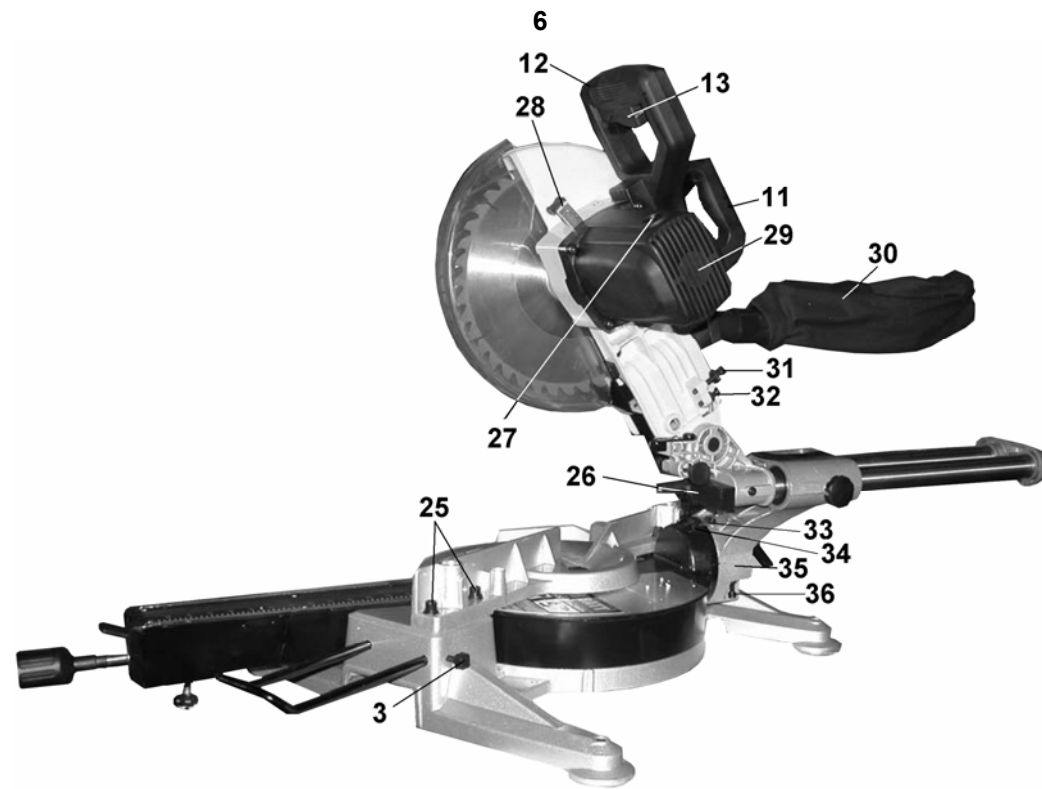
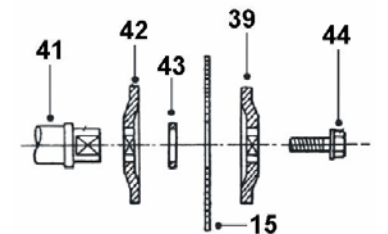

Рис. 2
Рис. 4
### 8.1. Сборка (Рис.2)
### 8.2. Приведение пилы в верхнее положение (Рис.2)
8.2.2. Удерживая пилу за рукоятку (12), переместите её в верхнее положение, как показано на Рис.2.
### 8.3. Транспортировка (Рис. 2)
**Стопор (16) служит для фиксации пилы в нижнем положении только для транспортировки, а не для пиления.**
**8.4. Монтаж (Рис.2).** Перед использованием пилу необходимо установить на ровной устойчивой поверхности верстака или рабочего стола. Устойчивость пилы обеспечьте регулировочными винтами (24). Для большей устойчивости выкрутите четыре регулировочных винта (24) и через резьбовые отверстия закрепите основание (1) к поверхности рабочего стола или верстака. Обязательно используйте при креплении плоскую и пружинную шайбы на каждый болт (не комплектуется).
### 8.5. Установка поворотного стола в положение 0° (Рис.2)
**8.6. Замена пильного диска.** Пила КОРВЕТ 4–430 оснащена пильным диском (15) (Ø255мм x 30мм), Рис.2. В комплект поставки входят переходные кольца Ø16-32мм и Ø16-25,4мм (Ж), Рис.1, предназначенные для установки пильного диска (15) с соответственным посадочным диаметром.
|  | 3. Пильный диск плохо закреплён                                  | 3. Затянуть болт (44), Рис.4, после установки пильного диска  |
Нажмите и удерживайте кнопку (28), Рис.2, проворачивая пильный диск (15) и зафиксируйте его.
Выкрутите болт (44), Рис.4, по часовой стрелке. Снимите наружный фланец (39) и пильный диск (15), Рис.4.
Перед установкой пильного диска (15) внимательно осмотрите каждую напайку. На них не должно быть трещин и сколов. После установки пильного диска (15) при первом включении и при последующей работе не находитесь в плоскости вращения пильного диска (15), Рис. 2.
Установите пильный диск (15) в соответствии с последовательностью, указанной на Рис.4 так, чтобы зубья пильного диска (15) были направлены вниз в передней части пилы, Рис.2. На шпindel (41) установите внутренний фланец (42), переходное кольцо (43) и пильный диск (15) с соответствующим посадочным диаметром. Установите наружный фланец (39).
Закрутите болт (44), Рис.4, вращением против часовой стрелки, удерживая кнопку (28) фиксации пильного диска (15) в нажатом положении, Рис.2. Установите и закрепите защитный кожух (14).
9.1. Действие выключателя (Рис. 2). Перед включением пилы в розетку удостоверьтесь, что кнопка выключателя (13) правильно действует и возвращается в позицию «Выкл.» при ее отпускании.
**ВНИМАНИЕ: Запрещается фиксировать кнопку выключателя (13) в нажатом положении.**
9.2. Защитный кожух (Рис. 2)
9.3. **Пылесборный мешок** (Рис. 2). Используйте пылесборный мешок (30) во время пиления для более аккуратной работы и легкого удаления опилок из рабочей зоны. Когда пылесборный мешок (30) наполнится наполовину, отсоедините его от пилы и освободите от содержимого, открыв замок молнии.
Ослабьте винт фиксации (8), переведите пилу в заднее положение, Рис.2. Для регулировки положения 90° ослабьте контргайку болта (36). Вращением болта (36) установите пильный диск (15) по угольнику (не комплектуется) относительно поворотного стола (17). Положение зафиксируйте контргайкой болта (36). При необходимости ослабьте винт фиксации (46) указателя (33). Указатель (33) совместите со значением 0° по шкале (34).